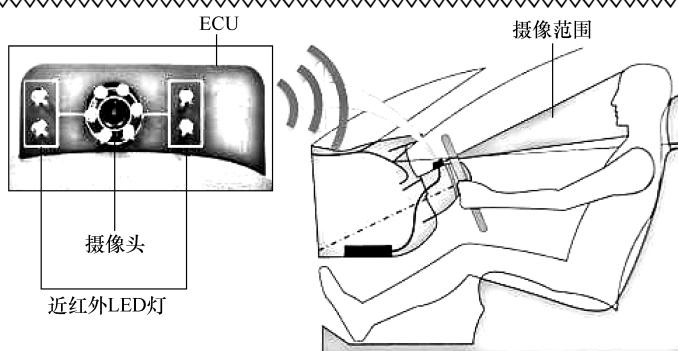

图 1-42 BAWS 组成与工作原理
(1) 定义 BAWS (Biological Aerosol Warning System) 是疲劳驾驶预警系统, 目前比亚迪 G6、大众途观等车型配备该系统。
(2) BAWS 的组成与工作原理 BAWS 主要由 ECU 和摄像头两大模块组成, 如图 1-42 所示。BAWS 通过监视转向操作和驾驶人的疲劳状态, 以判断驾驶人是否开始疲劳。